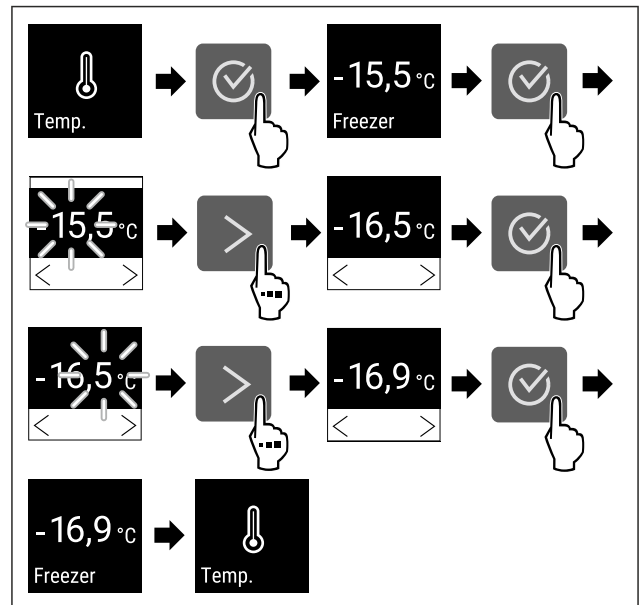

Fig. 65 Zmena teploty z -15,5°C na -16,9°C
- Vykonajte kroky akcie (pozri Fig. 65).